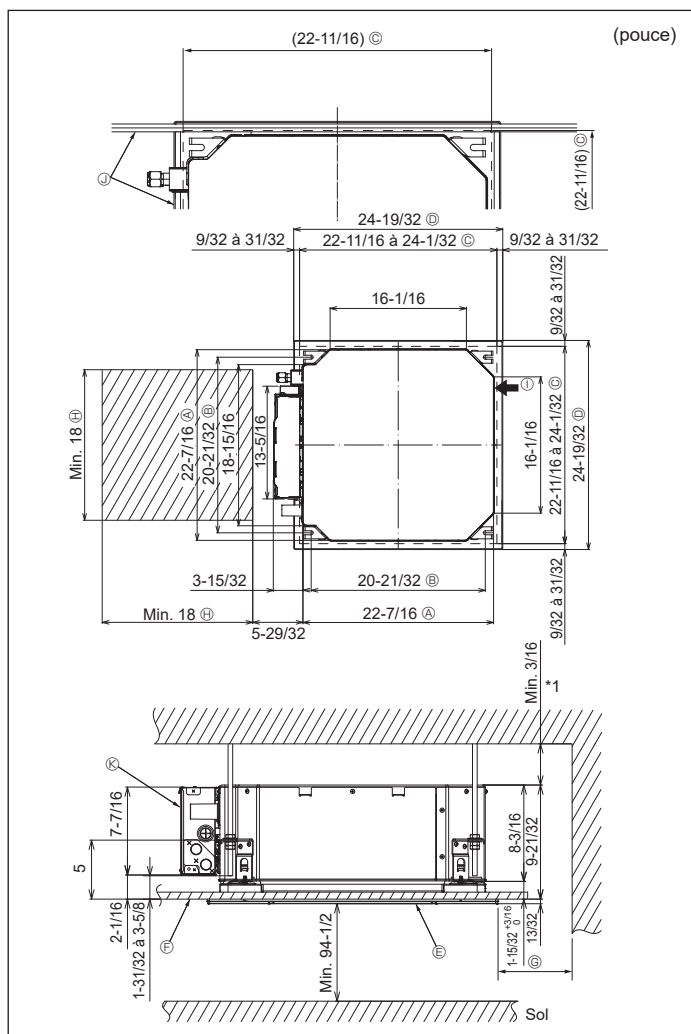

Fig. 2-2
2.2. Emplacement d'installation des ouvertures au plafond et boulon de suspension (Fig. 2-2)